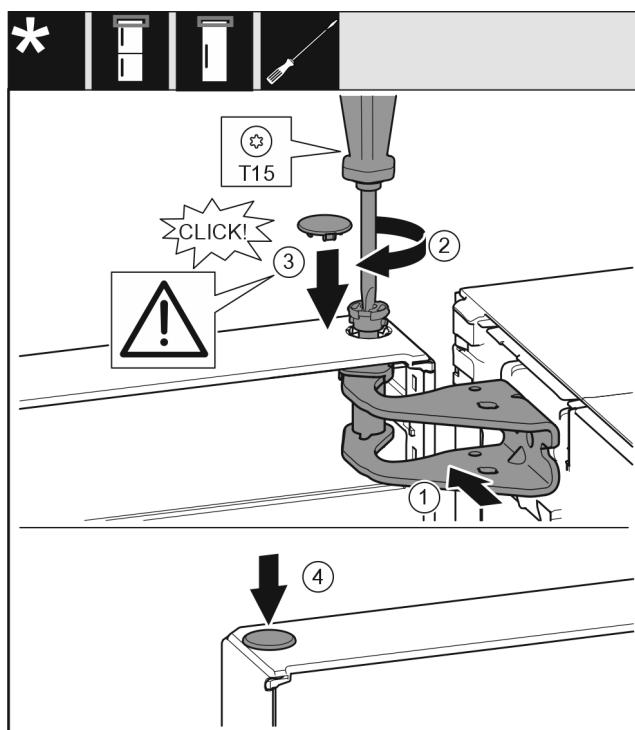

Fig. 22
- ▷ Выровняйте дверь вверху по отверстию в опорном кронштейне. Fig. 22 (1)
- ▶ Вставьте палец и затяните отверткой T15. Fig. 22 (2)
- ▶ Установите предохранительную крышку для защиты двери: Вставьте предохранительную крышку и проверьте, прилегает ли она к двери. В ином случае вставьте палец полностью. Fig. 22 (3)
- ▶ Вставьте заглушку. Fig. 22 (4)